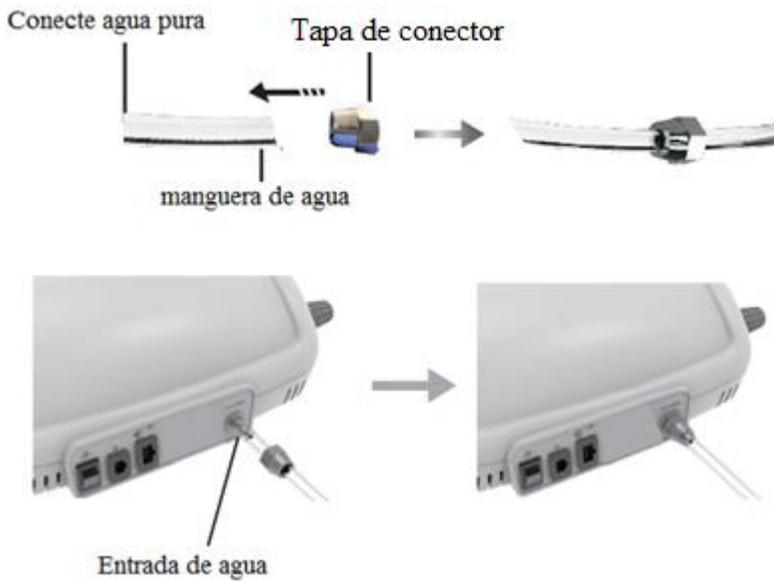

Figura 3
c) El mapa guía de conexión del sistema de suministro de agua se muestra en la figura 3
- d) conecte un extremo de la manguera de agua a la entrada de agua y el otro extremo a la fuente de agua limpia (figura 3).